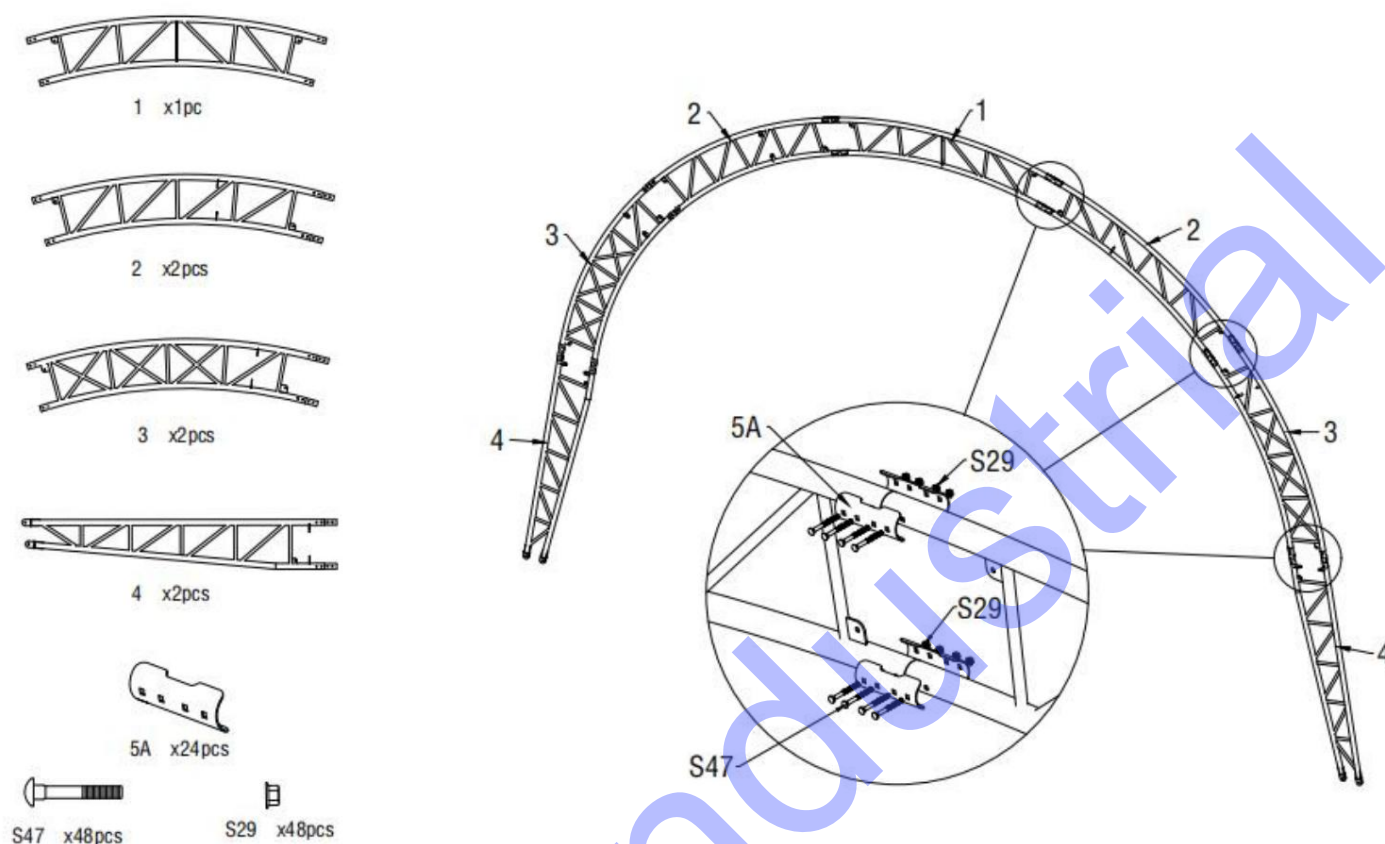

Figure 4
2. Comme illustré à la figure 4, repérez un tube de toit supérieur (n° 1), deux tubes de courbure supérieurs (n° 2), deux tubes de courbure centraux (n° 3) et deux tubes de courbure inférieurs (n° 4). Assemblez chaque arceau avec un boulon de carrosserie M8x70 (n° S47). N'installez PAS la vis sur le dessus de la ferme, là où reposera la toile.
Remarque : tube de toit supérieur, tube de courbure de toit et tube de courbure inférieur (n° 1A, 2A, 3 et 4A et 4B) qui sont soudés avec des plaques d'acier pour les portes avant et arrière sont différentes de l'arc central. (Figure 4)